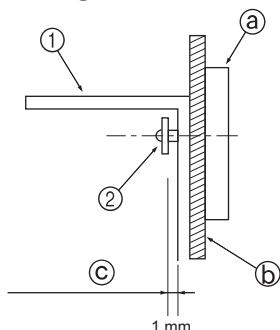

Fig. 3-4
- Πρώτα τοποθετήστε το λαμάκι στον τοίχο και στη συνέχεια σφίξτε τη βίδα έτσι ώστε το λαμάκι να μπορεί να μετακινηθεί επάνω και κάτω. (Fig. 3-4)
- ① Γωνιακό λαμάκι στήριξης
- ② Λαμαρινόβίδα